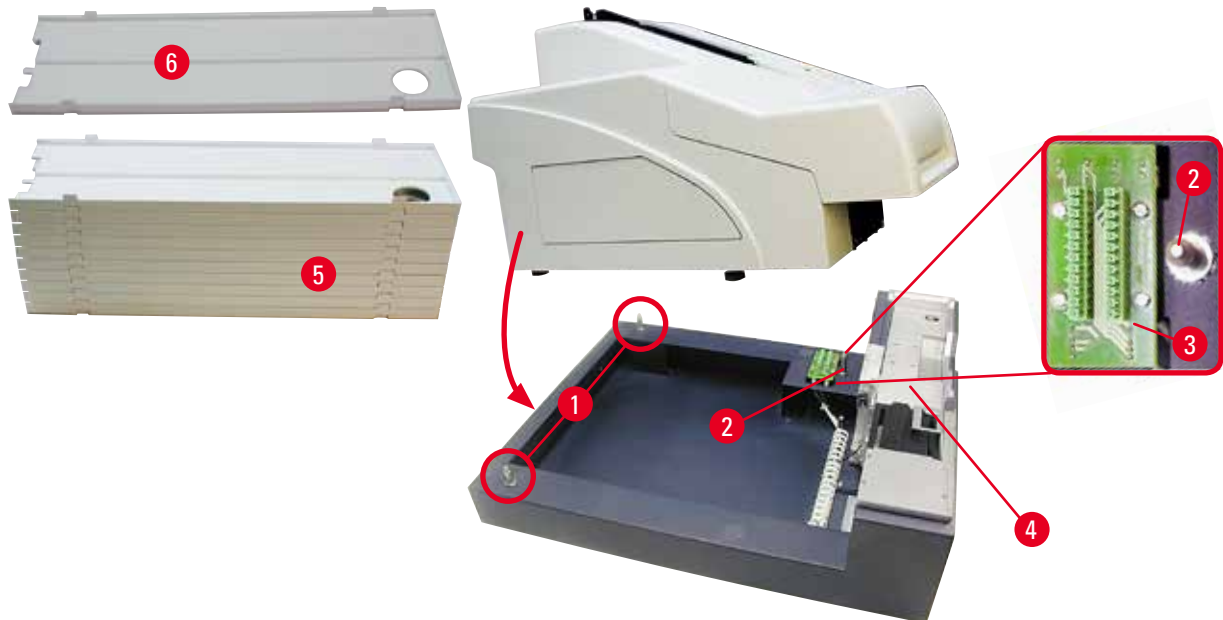

図 12
3. プリンターの両側(右側と左側)をつかみ、(→「図 12」)に示すように、まず 2 本の後部ボルト(→「図 12-1」)がベースプレートに収まるように置きます。